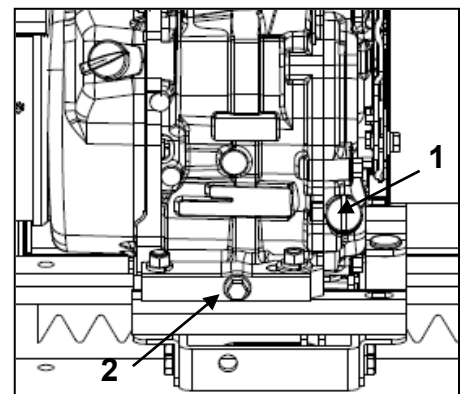

Figura 13
- Consulte el manual del motor. Con el motor frío o parado por al menos durante 10 minutos en un lugar nivelado. Verifique el nivel con la tapa del filtro de aceite (1, Figura 13). Desenrosque el enchufe, límpielo e instálelo sin atornillarlo. Verifique el nivel. Debe estar entre las dos marcas.
Retire el tapón de drenaje de aceite (2, Figura 13) en caso de cambiar el aceite.